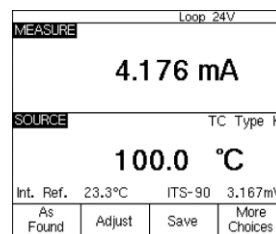

图 5
6、按 “SETUP” 键, 光标应位于 “Loop Power”。按 “ENTER” 键和光标键至 “Enable24V”, 按 “ENTER” 键, 接着按 “Done” 功能键 (图 5)。